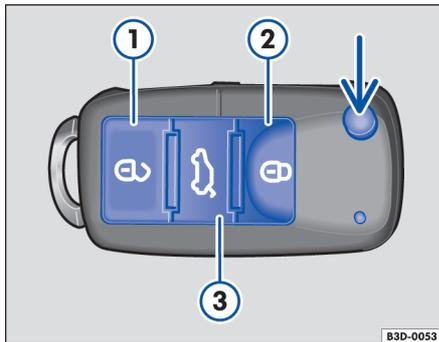

Fig. 24 Teclas de la llave con mando a distancia
Desbloqueo del vehículo ⇒ fig. 24 ①